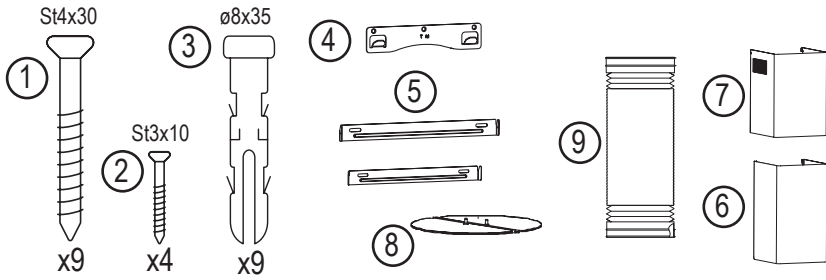

Fig. 2
- Como se muestra en la (Fig. 2), la campana extractora debe colocarse a una distancia mínima de 65 cm por encima de la placa de cocción si se instala sobre placas radiantes o de inducción, y de 75 cm si se instala sobre una placa de gas. (Si las instrucciones de instalación de la placa de gas especifican una distancia mayor, se debe tener en cuenta).